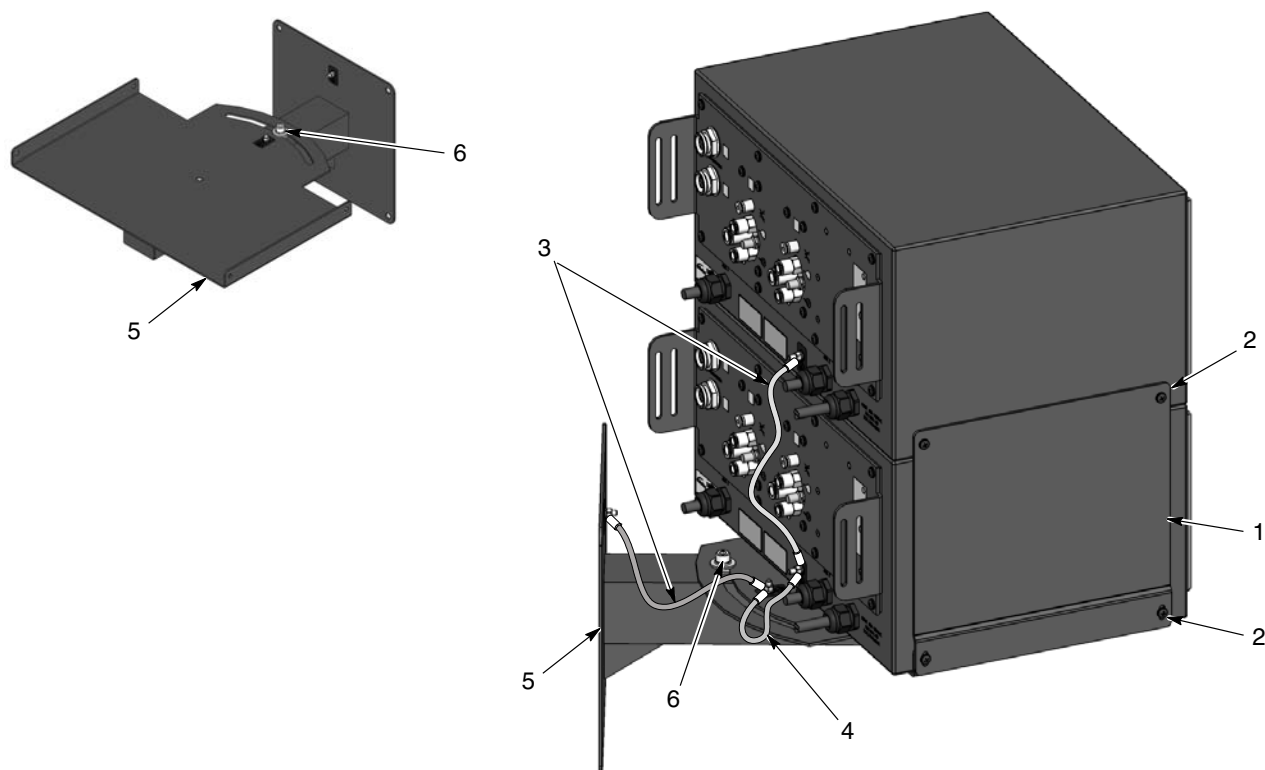

Рис. 3-3 Монтаж блоков управления двумя распылителями с помощью дополнительного настенного монтажного кронштейна
1. См. рис. 3-3. Установить настенный монтажный кронштейн (5) на вертикальной поверхности, достаточно прочной, чтобы нести массу блоков управления и монтажного кронштейна. Использовать соответствующие крепежные детали.
3. Если монтируется только один блок управления, закрепить его на фланцах кронштейна четырьмя винтами М5 x 12 с цилиндрической головкой (2).
4. Если монтируются два блока управления, закрепить на лотке объединительные кронштейны (1) со стороны прорези и блок управления четырьмя винтами с цилиндрической головкой М5 x 12 (2). Не затягивать винты.
6. При помощи 12-дюймового круглого провода заземления (3) заземлить верхний блок управления на нижний блок управления. При помощи 4-дюймового круглого провода заземления (4) заземлить нижний блок управления на лоток для настенного монтажа. При помощи второго 12-дюймового круглого провода заземления соединить лоток с монтажной пластиной.
7. Ослабив стопорный болт лотка (6), повернуть лоток в нужное положение, а затем затянуть болт.